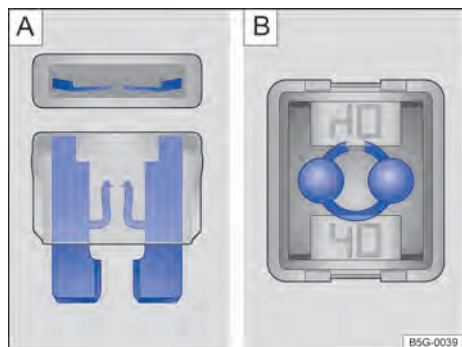

Fig. 145
- Un *fusible plano* (ATO®, MINI®) averiado es reconocido desde arriba o desde el costado por la carcasa transparente en las bandas metálicas derretidas → fig. 145 **A**).
- Un *fusible de bloqueo* (JCASE®) averiado es reconocido por las bandas metálicas por encima de la carcasa transparente → fig. 145 **B**).